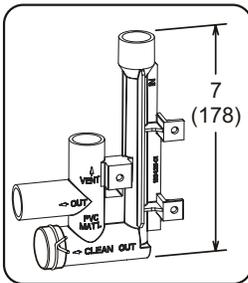

FIGURA 49
- 3 - Instale la tapa sobre la abertura de limpieza en la base de la trampa. Sujétela con una abrazadera. Ver FIGURA 49.
- 4 - Instale la trampa de drenaje con los accesorios de PVC apropiados y aplique pegamento a todas las uniones. Aplique pegamento a la trampa de drenaje proporcionada como se muestra en la FIGURA 49. Dirija la línea de condensado a un drenaje abierto.